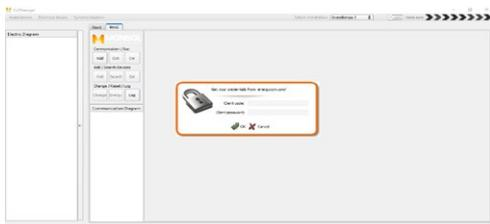

Figura 40 Synchronization – Credentials
- Pulsar sobre "Credentials". Aparecerá una ventana emergente como la que podemos ver en la Figura 40.